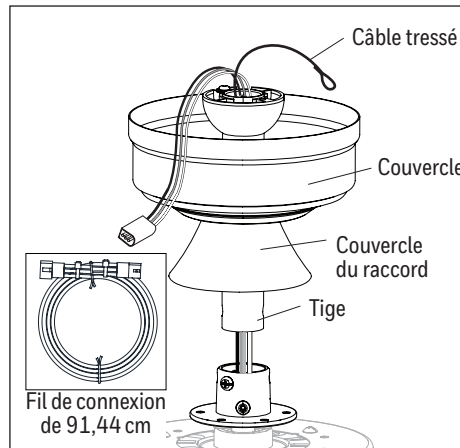

Figure 3.2
2. Insérez la tige dans le couvercle et le couvercle du raccord. Faites passer les fils et le câble tressé sortant du ventilateur dans la tige. **Remarque :** Selon la longueur de la tige que vous utilisez, vous devrez peut-être utiliser les fils de connexion de 91,44 cm pour adapter une tige de 91,44 cm ou de 121,92 cm (vendue séparément). Au besoin, branchez le connecteur à 3 broches partant du centre de la tige sur une extrémité des fils de connexion de 91,44 cm. La tige incluse avec ce ventilateur n'utilisera pas les fils de connexion de 91,44 cm. (Figure 3.2).